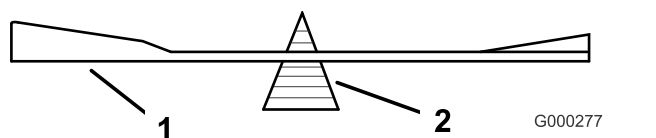

**Figure 92**
1. Au moyen d'une lime, aiguissez les tranchants à chaque bout de la lame (**Figure 92**).